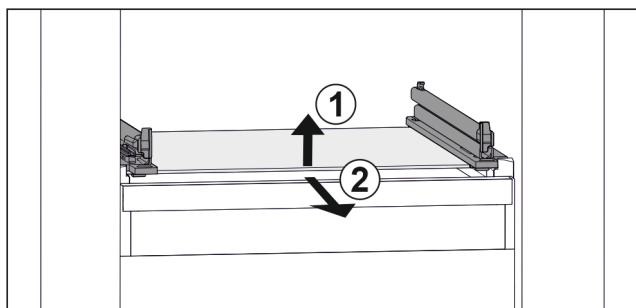

Fig. 129 Przykładowa prezentacja płyty szklanej
- ▶ Unieść płytę szklaną z przodu. Fig. 129 (1)
- ▶ Wyjąć płytę szklaną do przodu. Fig. 129 (2)